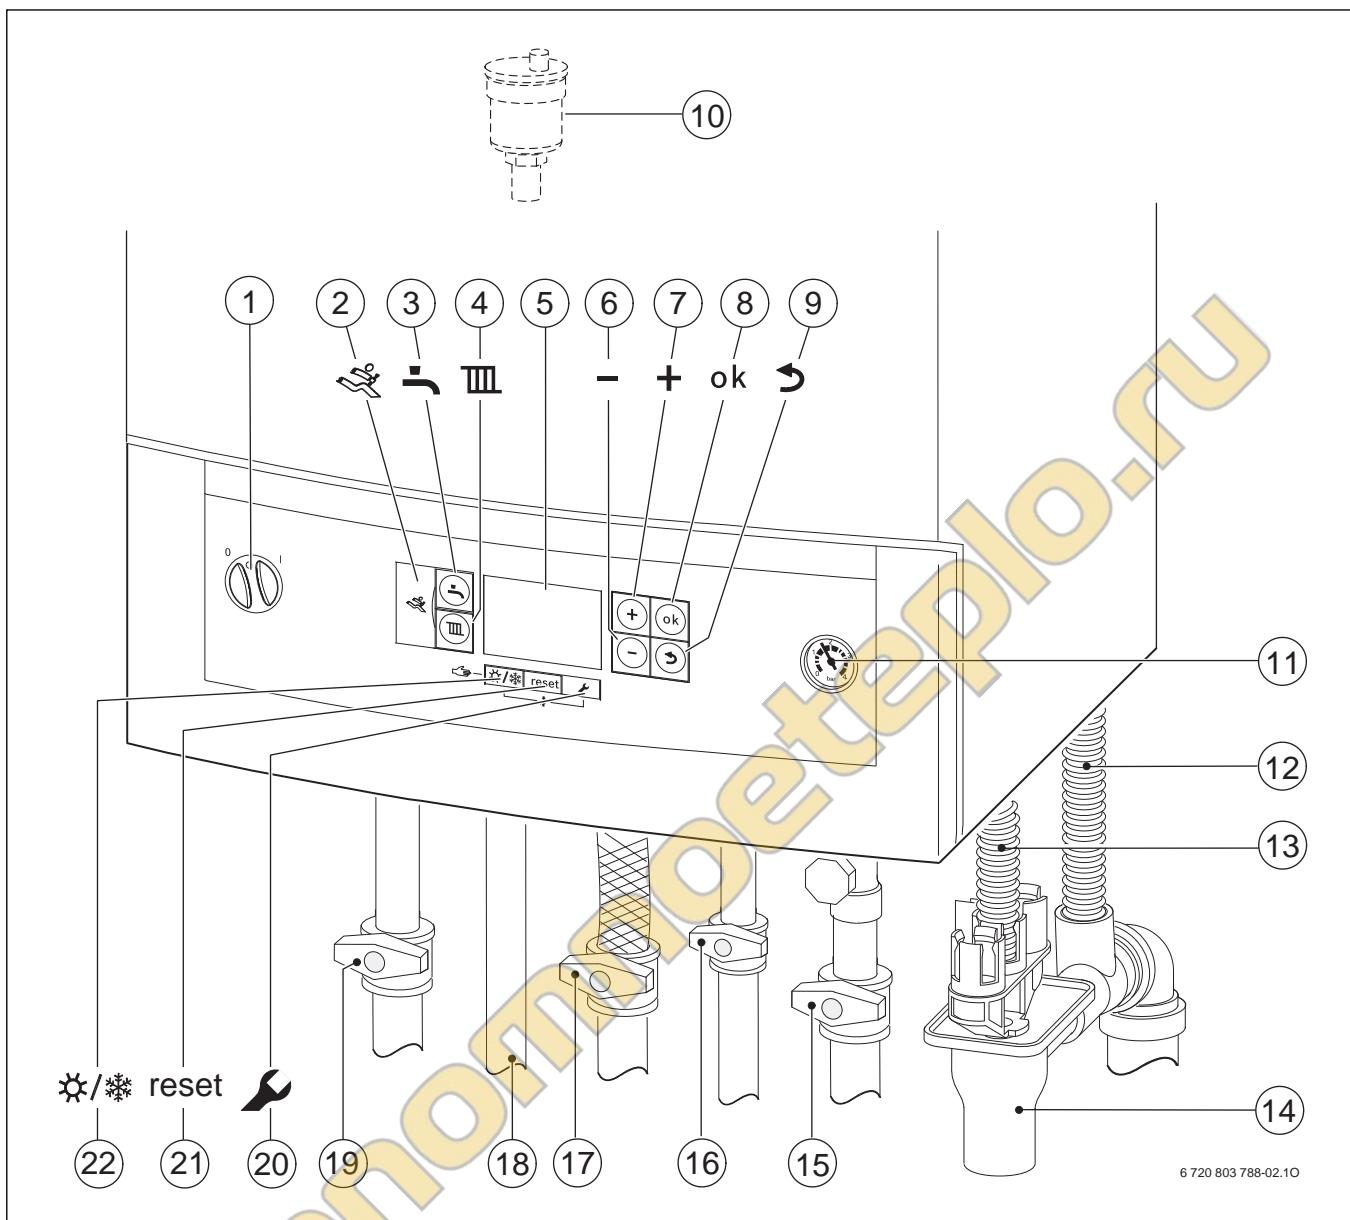

Рис. 18
- ▶ Откройте краны подающей и обратной линий отопления (→ рис. 18, [15] и [19], стр. 21).
- ▶ Для GB072-24K: откройте кран холодной воды (→ рис. 18, [16]).
- ▶ Откройте газовый кран (→ рис. 18, [17]).